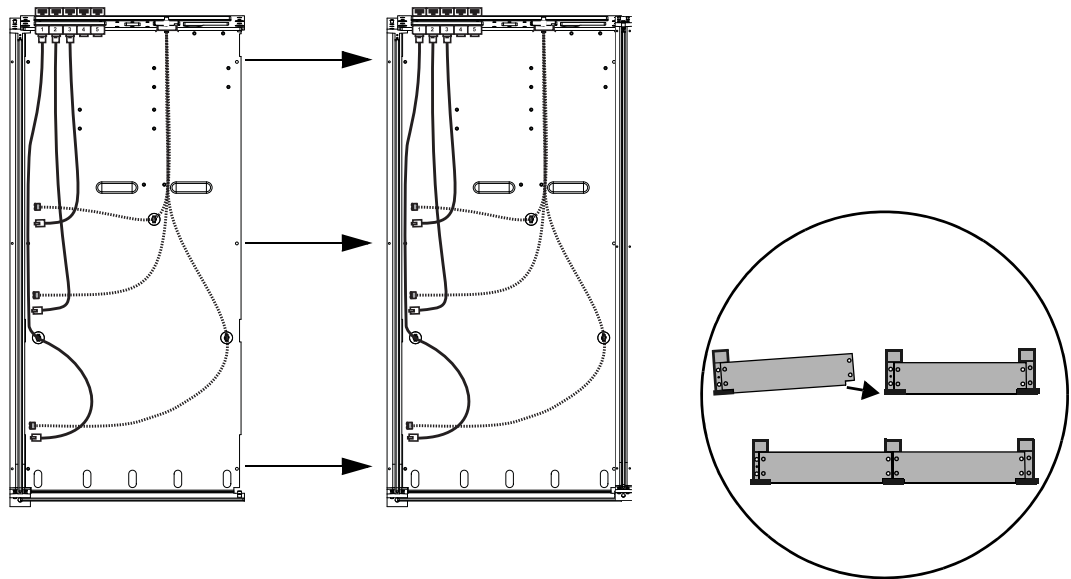

Figure 17. Fixation des deux premiers bacs (vue de dessus, à gauche, et de devant, à droite)
- 6 Positionnez le bac suivant afin que le bord droit de sa plaque de fond se place sur le *dessus* du bord gauche du premier bac, comme représenté sur la Figure 17.